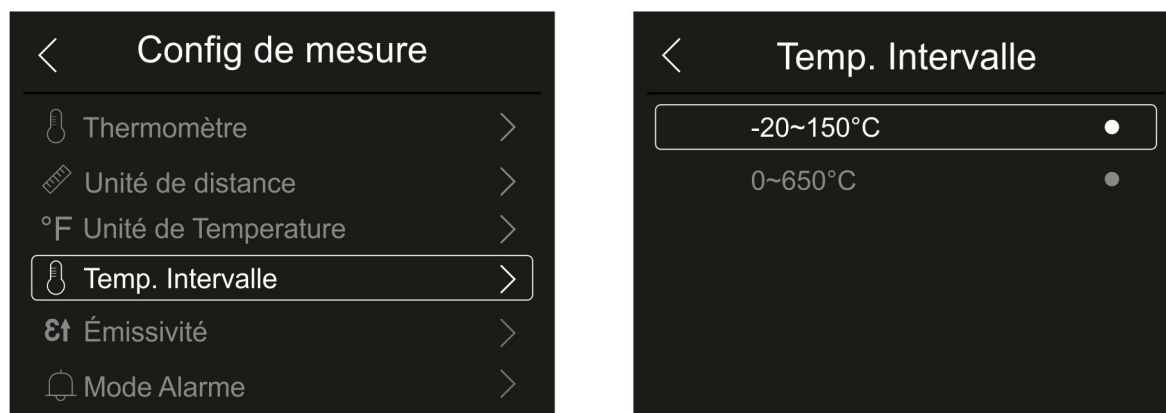

Fig. 26: Menu de réglage de la plage de mesure de la température
1. Touchez l'élément «Temp. Intervalle» pour définir la plage de mesure de la température effectuée par l'instrument (cette option est liée au mode de mesure normal). La Fig. 26 – partie droite s'affiche à l'écran :